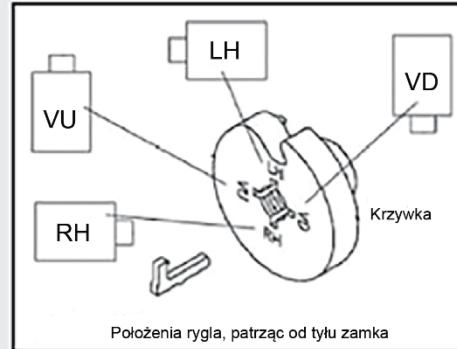

Rysunek 10
8. Wykręcić dwie śruby z tylnej części pokrywy zespołu zamka, a następnie zdjąć tylną pokrywę zamka (Rysunek 10).
9. Ostrożnie odłączyć złącze elektromagnetyczne od płytki systemu (w razie potrzeby odłączyć złącze przełącznika rygowego od płytki systemu) (Rysunek 10).
10. Wykręcić śrubę mocującą z płytki systemu i delikatnie wyjąć płytkę systemową z obudowy (Rysunek 10).
Rysunek 10 to RH (dla drzwi „prawostronnych”). Wszystkie położenia montażowe można znaleźć na **mapie położień krzywika nastawnego** (Rysunek 11).